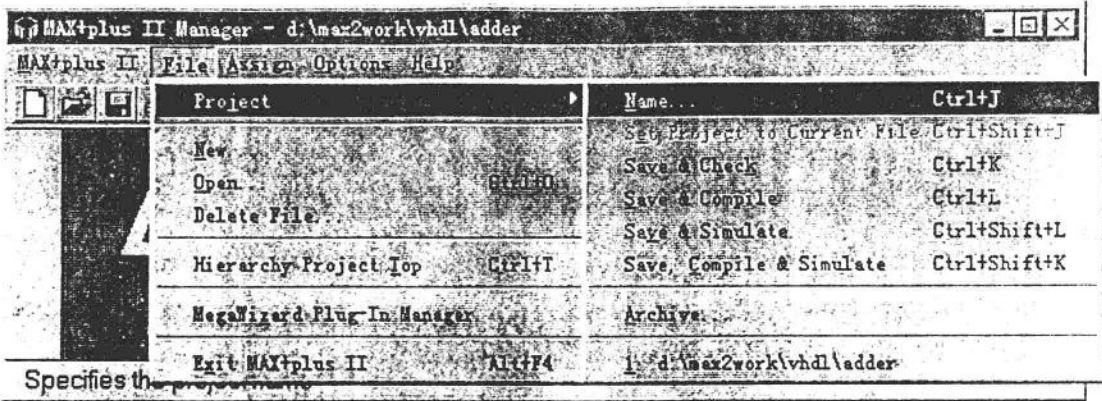
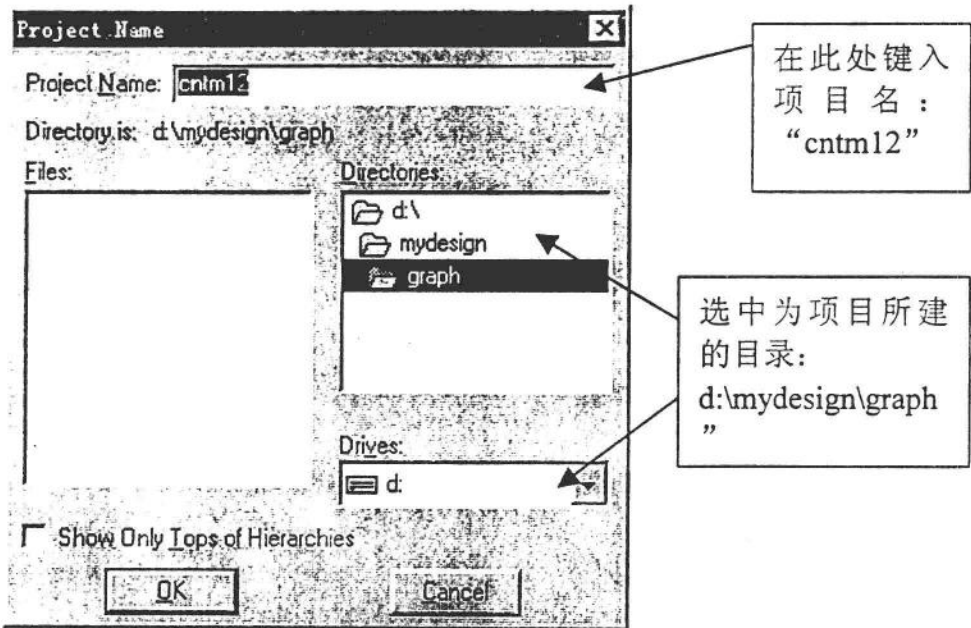

图 1.16
图 1.17 输入/指定项目名对话框
2. 在 File 菜单中选择 Project 的 Name 项。即单击如图 1.16 中的“Name”。出现图 1.17 所示的对话框。
在图 1.17 的“Directories”区选中刚才为项目所建的目录；在“Project Name”
3. 在图 1.17 选择“OK”确定。